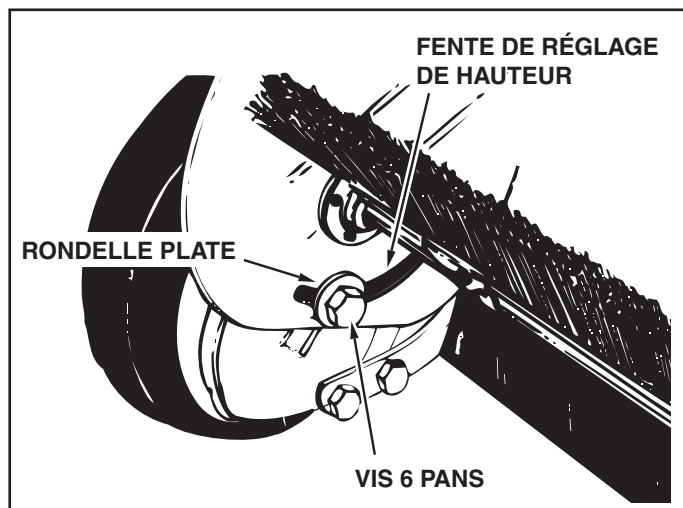

FIGURE 19
2. Vérifiez le bon état des pièces, en particulier les balais et les roues. Voir la figure 19.